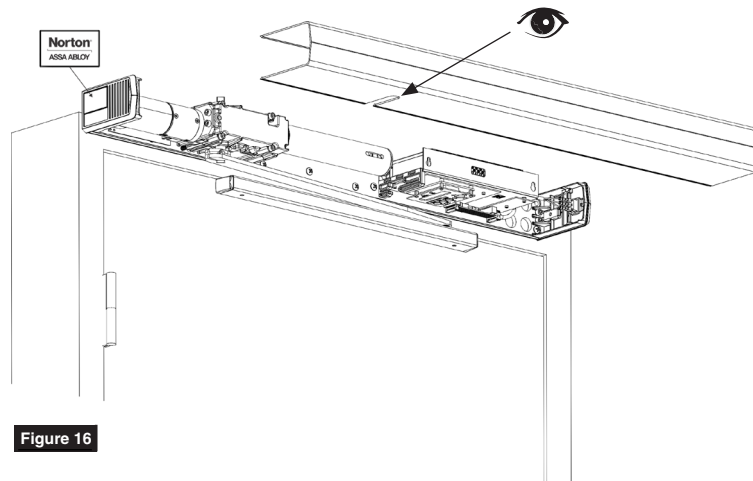

Figure 16
1. Aligner les découpes du couvercle sur les tiges du pignon. (Figure 16)
4. Fixez une étiquette Norton sur chaque capuchon en la mettant en place avec une légère pression. (Figure 16)